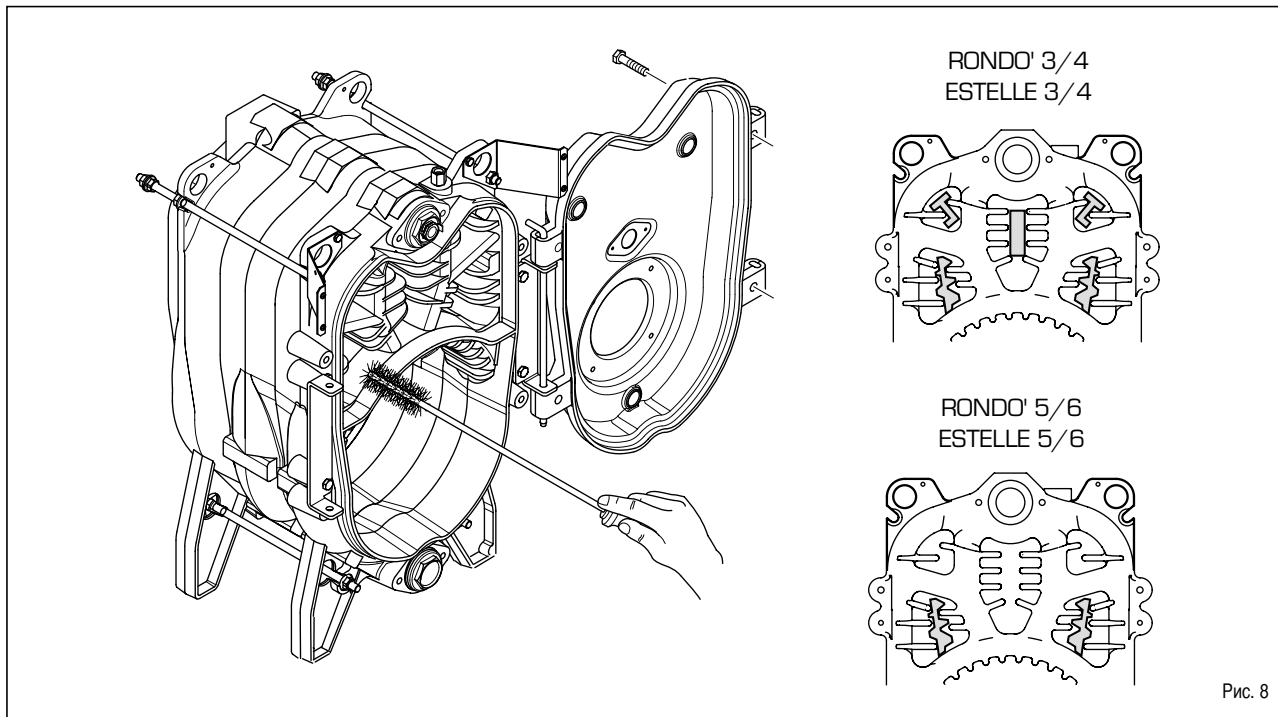

Рис. 8
3.3.1 Отделение дымообразования в котлоагрегате /рис.8/